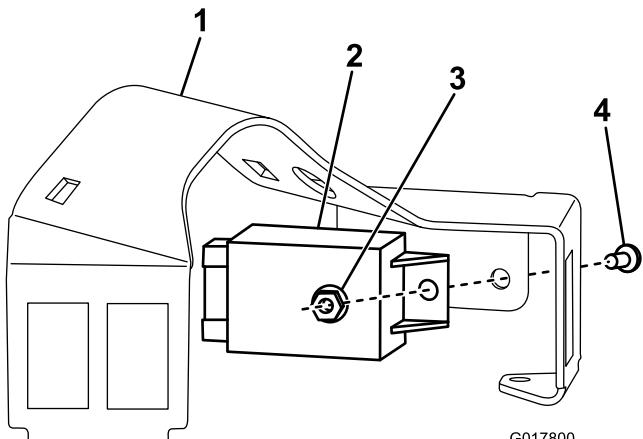

**Figura 9**
3. Montate il contattore della leva delle luci di direzione e il contattore di segnalazione pericolo nella staffa del piantone (Figura 9).
4. Fate scorrere le piastrine per viti autofilettanti sulla staffa del piantone (Figura 9).
2. Montate la spia luminosa delle luci di direzione nella staffa del piantone (Figura 9).